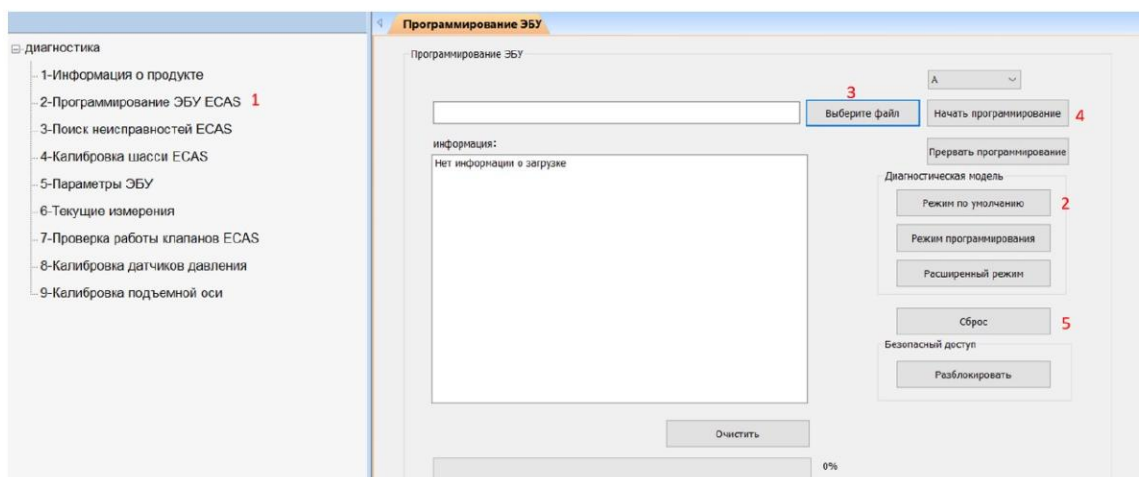

рис. 19 Обновление программного обеспечения
8.1. На левой панели навигации выберите «Программирование ЭБУ ECAS (рис. 19);